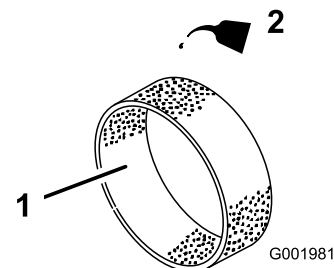

Figura 47
4. Coloque 30 ou 60 ml de óleo no filtro (Figura 47).